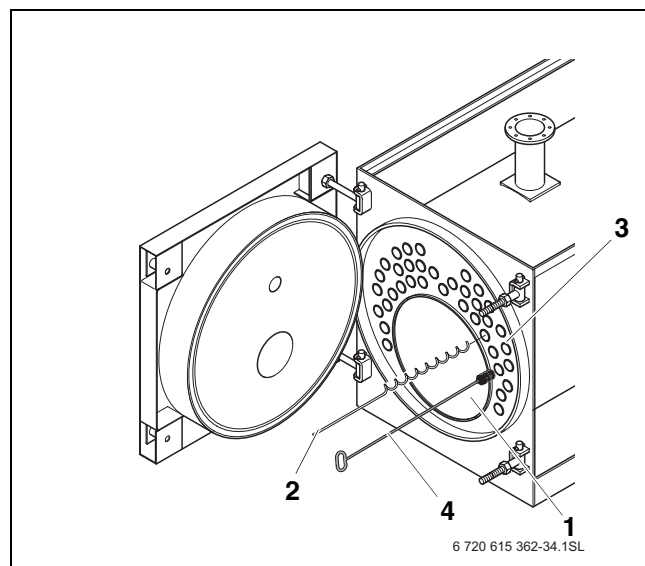

Рис. 40 Чистка поверхностей нагрева
- ▶ Удалите нагар из топочной камеры (→ рис. 40, стр. 39), газоотводящих каналов, а также из сборного коллектора дымовых газов [1].